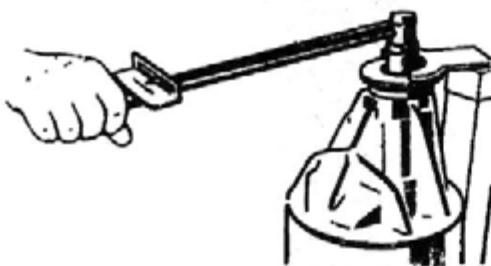

Рис. 156. Стенд для сборки и регулировки редуктора
8. Ведущую шестерню с установленными на ней распорной втулкой и пакетом регулировочных прокладок вставьте в картер и вновь установите на сборочном приспособлении. Напрессуйте внутреннее кольцо переднего подшипника, наденьте маслоотражательную шайбу. Напрессуйте фланец крепления карданного вала. Наденьте шайбу и заверните гайку динамометрическим ключом, момент затяжки 145–160 Н·м (14,5–16 кгс·м) (рис. 156).